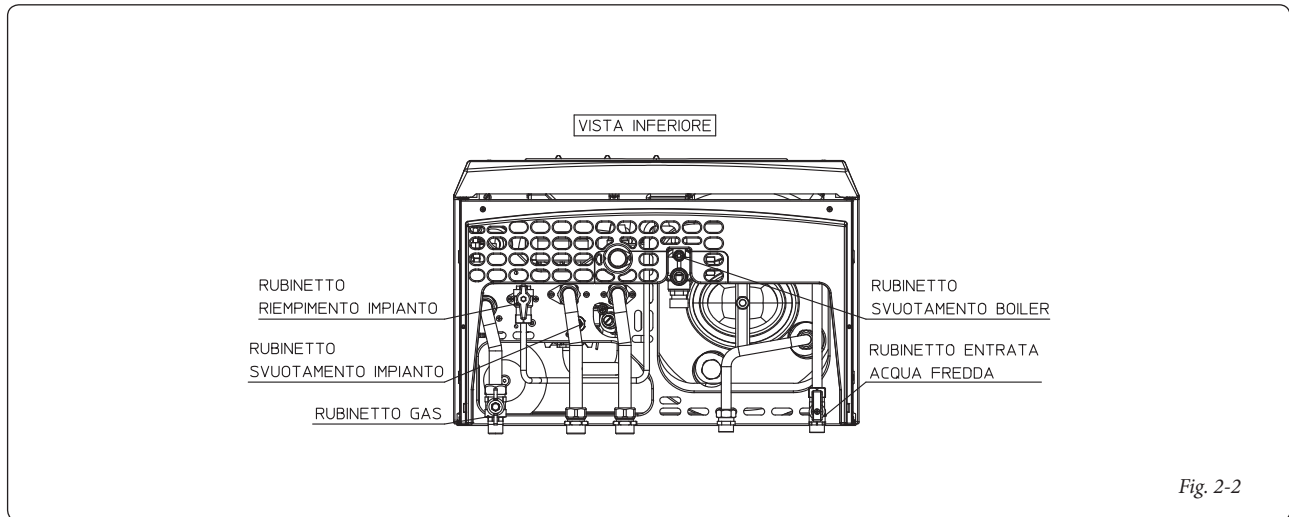

Fig. 2-2
*Se la pressione è inferiore ad 1 bar (ad impianto freddo) è necessario provvedere al ripristino attraverso il rubinetto posto nella parte inferiore della caldaia (Fig. 2-2).*
Per poter compiere l'operazione di svuotamento della caldaia agire sull'apposito rubinetto di svuotamento (Fig. 2-2).
Per poter compiere l'operazione di svuotamento del boiler agire sull'apposito Rubinetto di svuotamento boiler (Fig. 2-2).